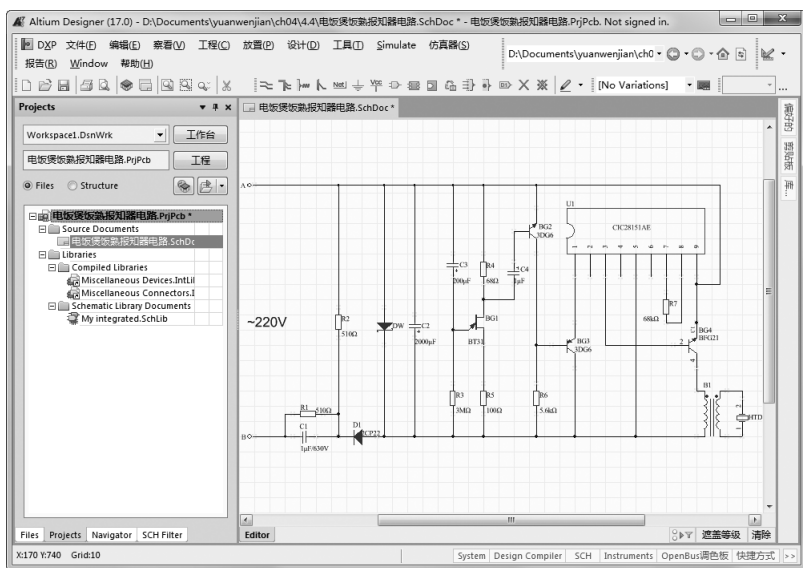

图 4-53 原理图绘制结果
(3) 在原理图中放置电源后检查并整理连接导线，整理后的原理图如图4-53所示。